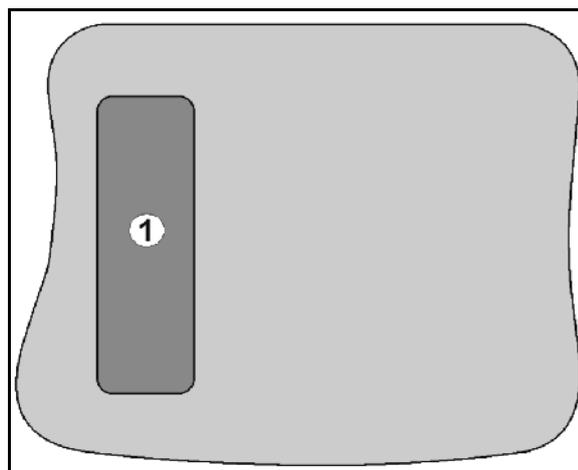

Fig. 8
- Au dos de l'appareil se trouve une touche Shift  (Fig. 8/1).